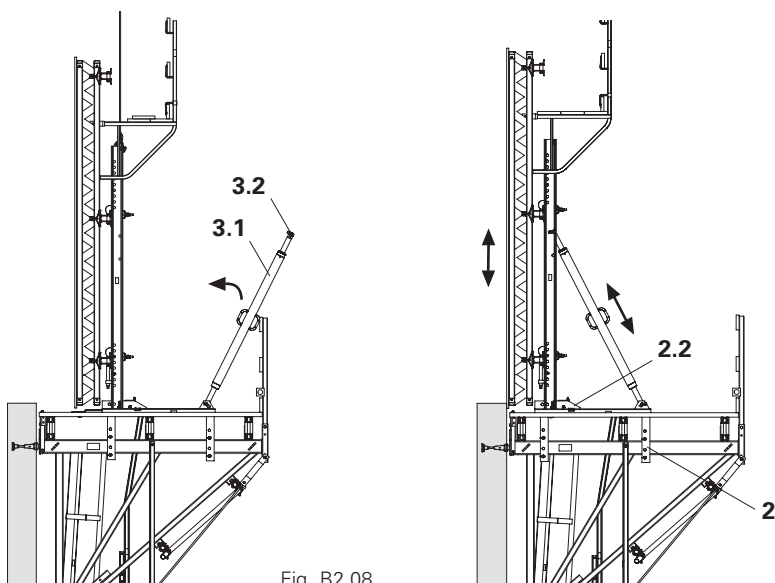
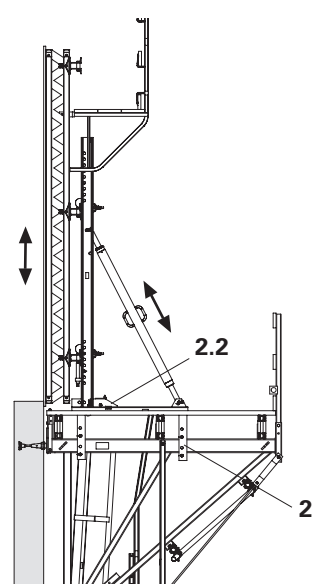

Fig. B2.08
Fig. B2.09
6. Fixar o estabilizador (3.1) ao perfil vertical com cavilhas Ø 25 x 180 e grupilhas (3.2). (Fig. B2.08)
9. Mover o carro (2) com cofragem na direcção da parede e travar o carro com cunha (2.2).
10. Ajustar a cofragem. (Fig. B2.09)